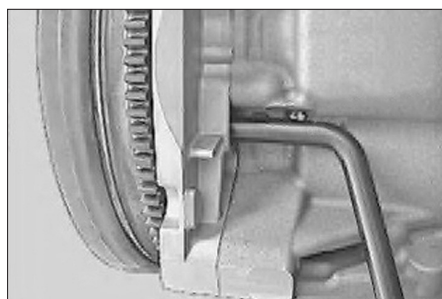

Fig. 4
- Tourner le moteur au PMH du premier cylindre, puis piger le vilebrequin (Fig.4).